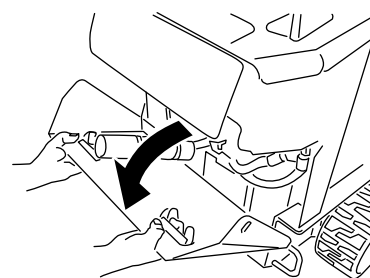

Figure 40
2. Abaissez le couvercle d'accès arrière et écartez-le du groupe de déplacement (Figure 40).